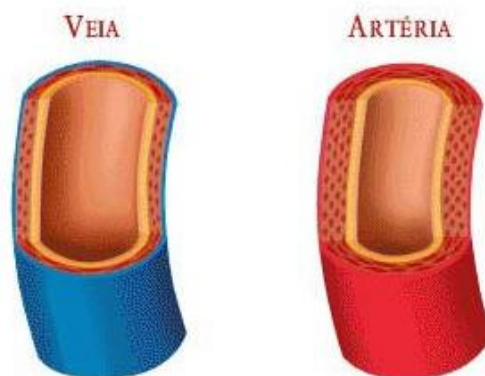

Figura 3 – Esquema de uma veia e uma artéria.
**Vasos de Pressão de paredes espessas (Estruturas 3D)** – Podem-se citar com exemplo desse caso, os vasos sanguíneos e as artérias, mostrados esquematicamente na figura 3. Devem ser estudados através de modelos sólidos tridimensionais.